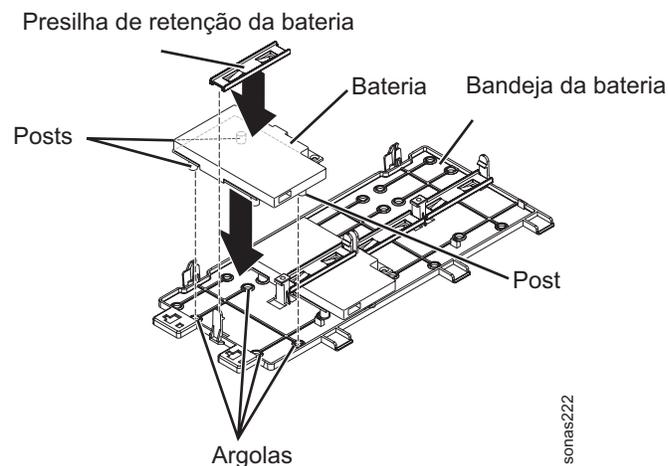

Figura 36. Localizando os Pinos de Fixação na Bateria e no Carregador da Bateria
3. Na bandeja da bateria remota, localize o padrão dos encaixes que correspondem aos pinos de fixação na bateria e no carregador da bateria. Consulte o Figura 36.